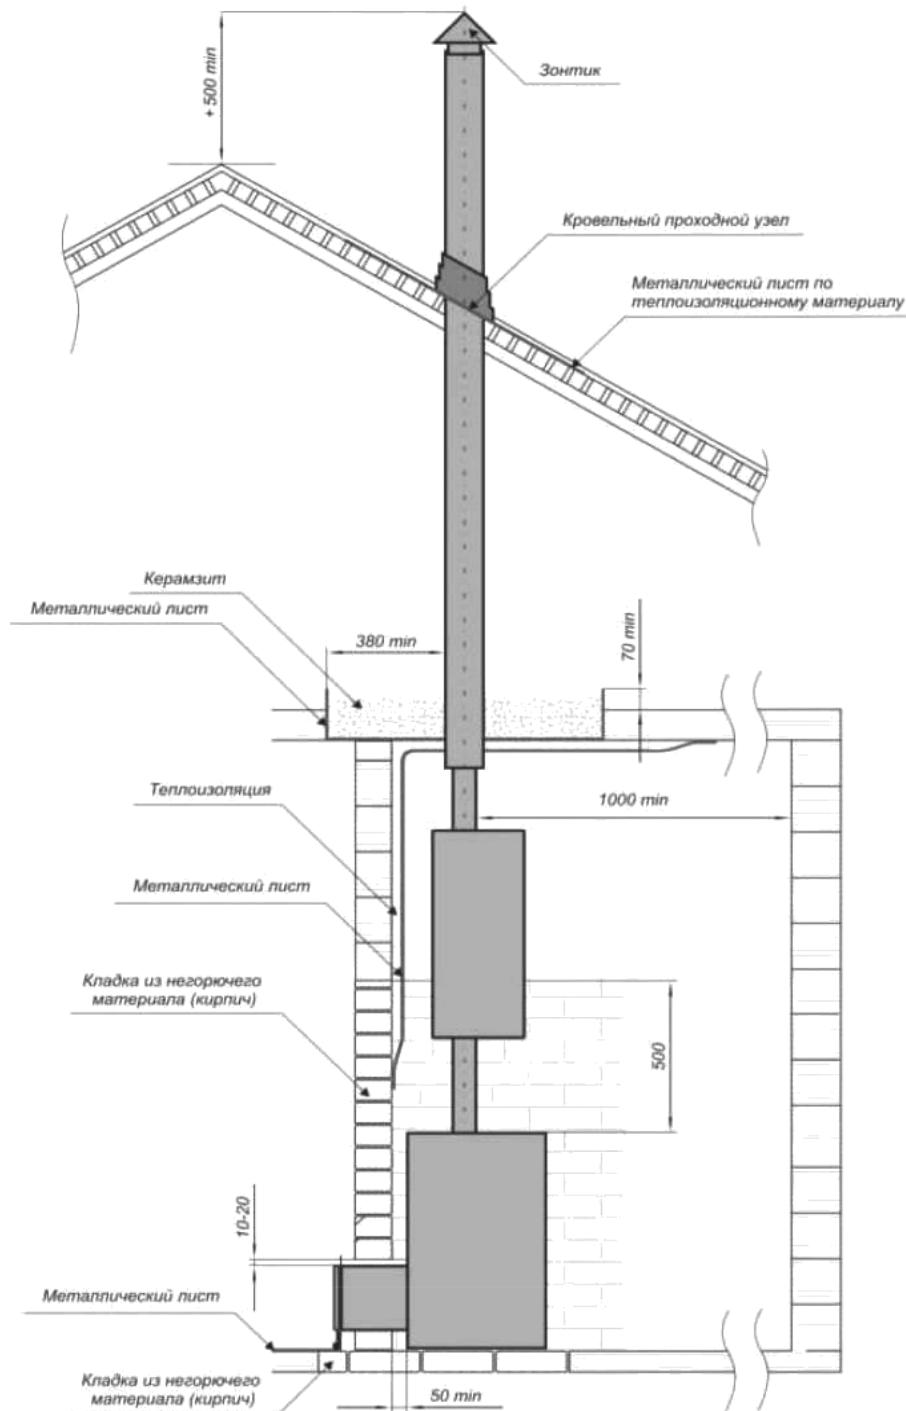

Рисунок 5: Установка банной печи «Фея», «Фея Порта» «Фея под обкладку», «Синара», «Синара Порта» «Синара под обкладку»
**Кирпичная кладка («Фея», «Фея Порта» «Фея под обкладку», «Синара», «Синара Порта» «Синара под обкладку»):**оставьте между стенами и печью расстояние 50мм так, чтобы воздух мог циркулировать за печью и сбоку. Если печь установлена в нише стены, оставьте между ней и боковыми стенами расстояние 250 мм и 250 мм позади неё. Высота кирпичной кладки минимум 500мм (рисунок 5).